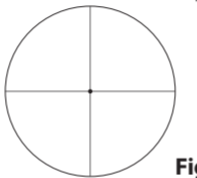

Fig. 3-2
- 1 Regardez dans l'oculaire, l'œil placé à environ 10 cm (4 pouces) de la lentille oculaire, pour voir le réticule BDC perfectionné (Fig. 3-1) ou le réticule à croisée de fils fins avec point (Fig. 3-2). Assurez-vous que votre œil est correctement aligné et positionné à la bonne distance, afin d'éviter que votre vue soit "bouchée".